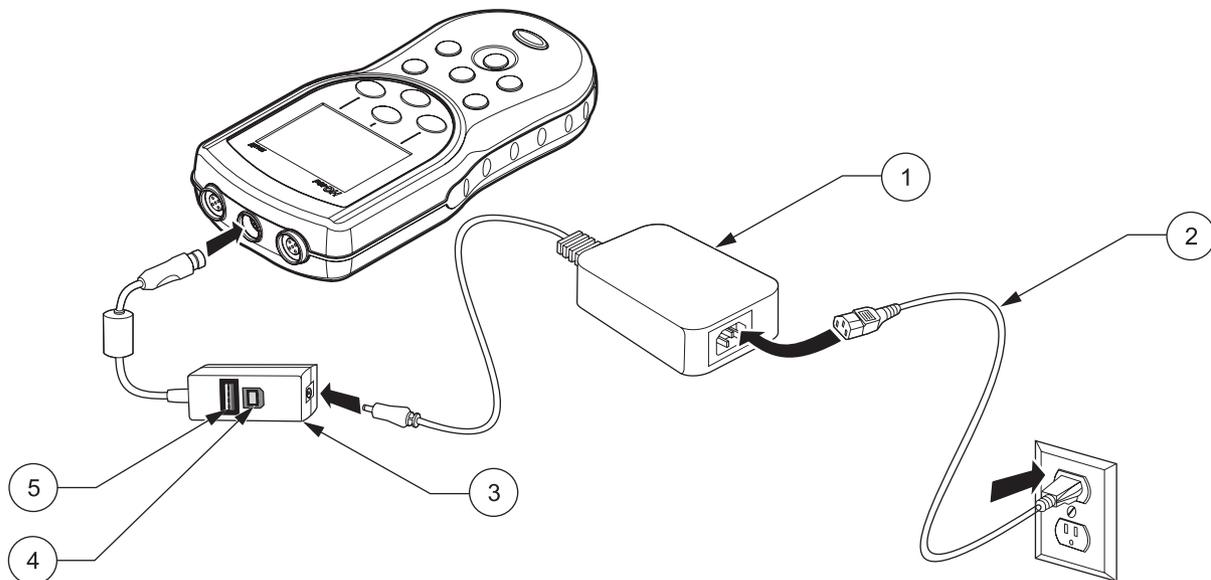

Abbildung 6 Anschluss USB/Netzadapter für die Datenübertragung
Alle Geräte lassen sich bei Verwendung eines Netzadapters und eines Stromversorgungskabels mit Wechselstrom betreiben. Das Modell HQ40d ist mit einer Allstromversorgung ausgestattet und wird mit einem USB/DC-Netzadapter und einem Stromversorgungskabel ausgeliefert (siehe auch Abbildung 6 auf Seite 19). Mithilfe der USB/DC-Netzadapters können Daten auf einen Computer oder einen Flash Memory Stick übertragen werden (Abschnitt 3.5 auf Seite 18).
Daten können über den USB/Netzadapter auf einen PC, Drucker oder Flash Memory Stick übertragen werden. Siehe Abbildung 6 zum Anschluss des USB/Netzadapters.
5. Schalten Sie nun das Messgerät ein und schließen Sie das gewünschte USB-Gerät an (siehe auch Abbildung 6).